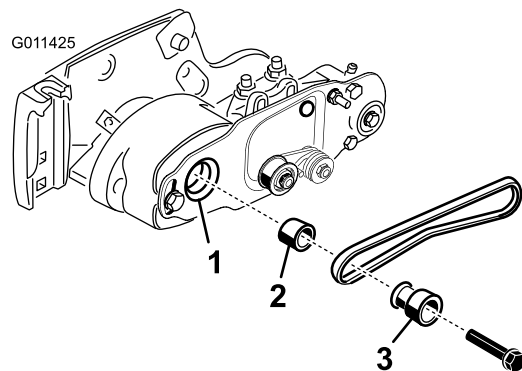

Рисунок 16
4. Вращая барабан, который будет вращать ведущий шкив, снимите с помощью рычага ремень с ведущего шкива (Рисунок 16).
5. Выверните болт крепления ведущего шкива щетки катка к валу корпуса подшипника (Рисунок 16).
6. Снимите ведущий шкив щетки катка и разделитель с вала (Рисунок 16).